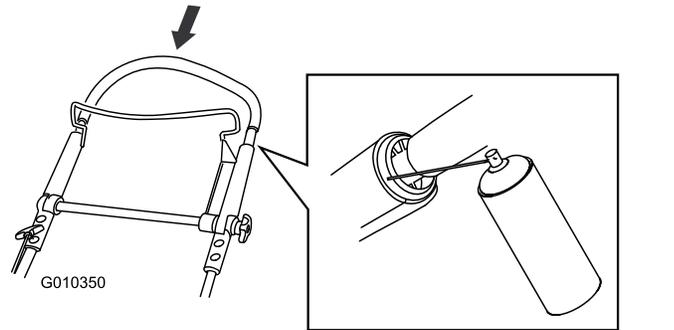

図 43
2. 上部ハンドルを完全に折り曲げて、ハンドル外側の内側にあるプラスチック部分にスプレーする図43。